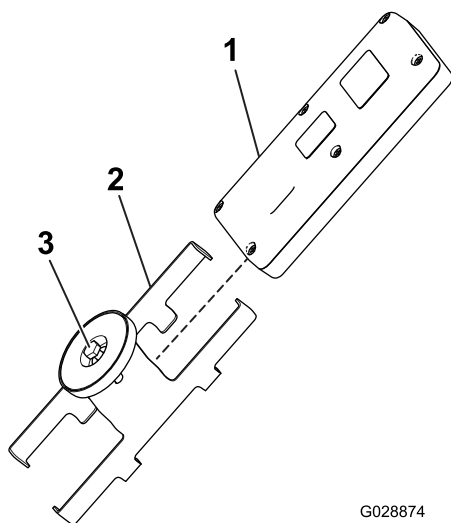

Рисунок 19
5. Установите ручной пульт дистанционного управления в магнитный кронштейн пульта, соедините половины корпуса для закрепления пульта и затяните болт в магните (Рисунок 19).